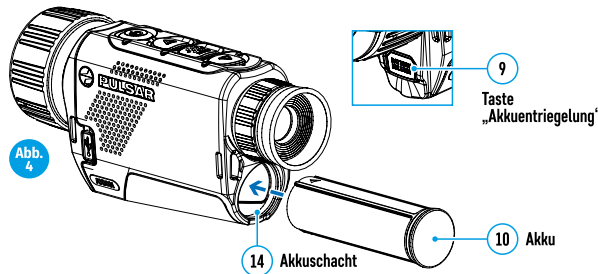

Abb. 4
- Setzen Sie den Akku (10) in seinen Schacht im Gerätegehäuse (14) ein, indem Sie die Symbole so ausrichten, dass sie auf dem Gerät und dem Akku einen „Punkt“ bilden. (siehe Abb. 4).
- Schließen Sie an dem microUSB-Anschluss (8) des Geräts ein USB-Kabel (15) an.
- Verbinden Sie das andere Ende des USB-Kabels (15) mit dem Netzladeadapter (16) oder mit einer USB-Buchse, die an eine andere Stromquelle mit einer Ausgangsspannung von 5V oder weniger angeschlossen ist.
- Stecken Sie den Netzladeadapter (16) in die Netzsteckdose.
• Setzen Sie den Akku (10) in seinen vorgesehenen Schacht im Gerätegehäuse (14) ein (siehe Abb. 4), indem Sie die Bilder auf dem Gerät und dem Akku ausrichten.
• Um den Akku zu entnehmen, drücken Sie auf die Taste Akkuentriegelung (9).